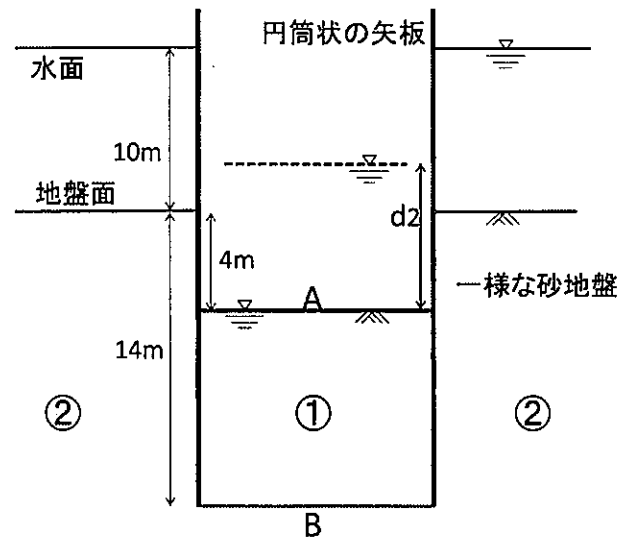

図 2
- b) a)において領域①が不安定となったので、緊急措置として矢板内に水を供給し、図 2 に示すように 4m まで掘削した。どれだけの水深 d_2 (m) になるまで水を注入すると領域①は安定するのか答えよ。